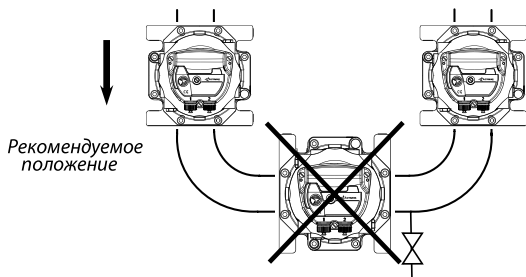

Рисунок 16. Вертикальная установка
6.4 Счетчики не рекомендуется устанавливать в нижней части трубопровода. При вертикальной установке счетчик рекомендуется устанавливать при направлении потока газа сверху вниз (См. Рис. 16).